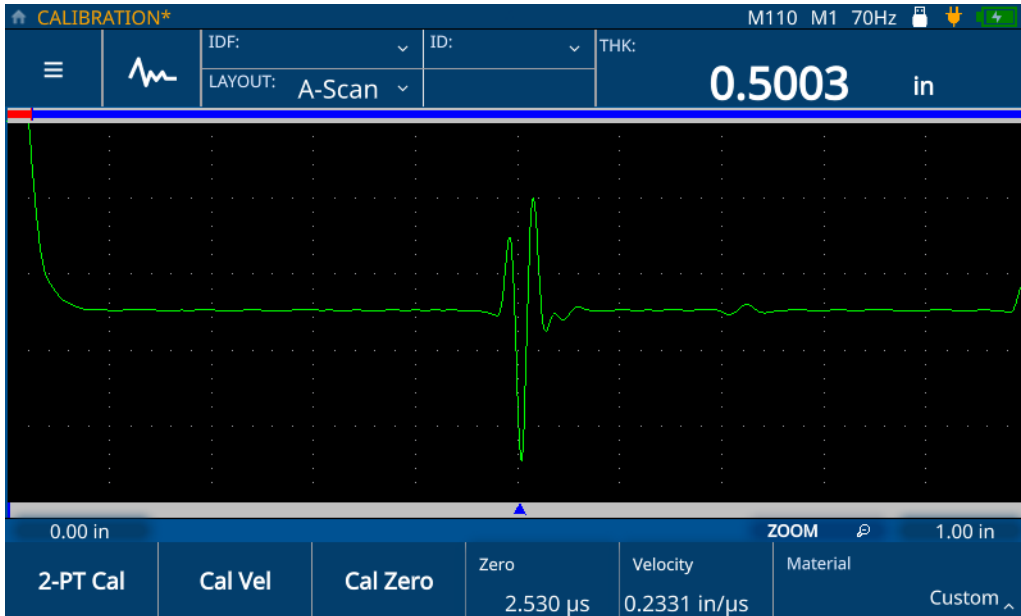

図 5-4 音速校正の完了
6. **チェックマークアイコン**をタップして値を保存し、校正を完了します（45 ページの図 5-4 参照）。